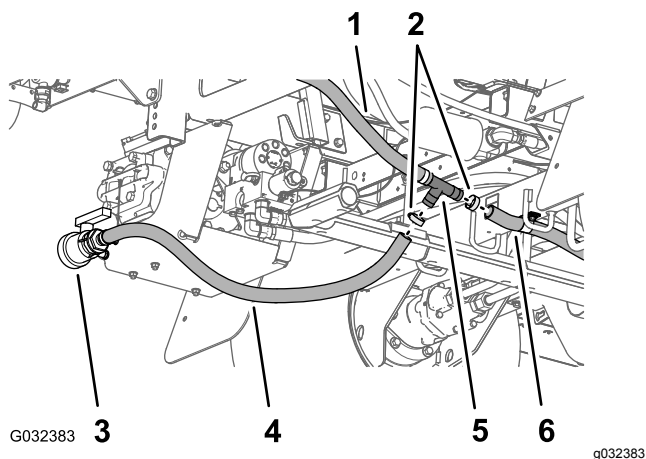
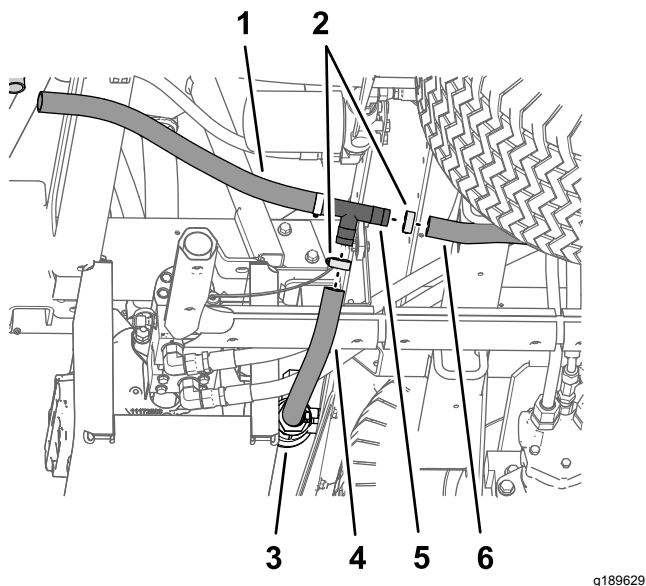

Figura 42
Figura 43
4. Rimuovete le fascette stringitubo che fissano il flessibile della valvola di spurgo e il flessibile di spurgo del serbatoio posteriore al raccordo a T dentellato (Figura 42 e Figura 43).
5. Rimuovete il raccordo a T del flessibile della valvola di spurgo dal flessibile di spurgo del serbatoio posteriore (Figura 42 e Figura 43).